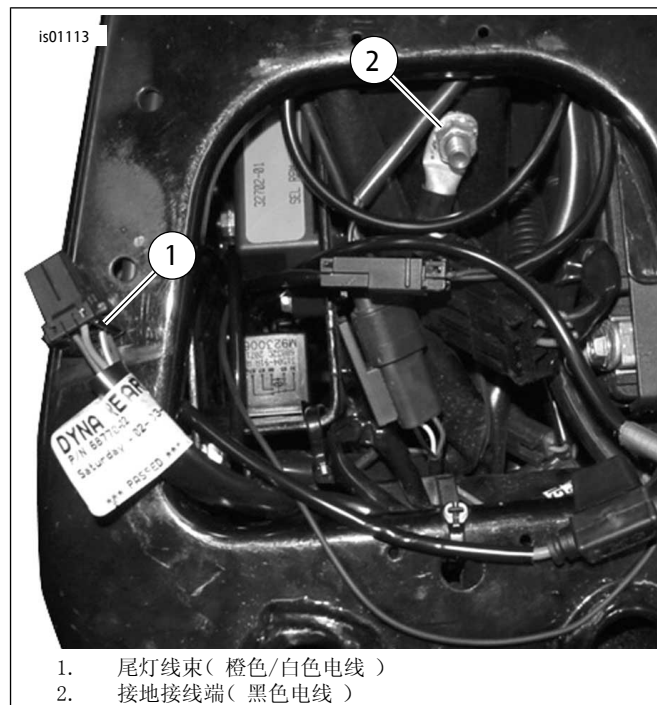

图1. 电源和接地连接(戴纳车型)
3. 参见图1。将卫星接收器线束中的黑色导线切短以便方便地连接到接地位置,然后按照维修手册附录中的Packard卷曲工具说明将环形接线端压接到导线一端。
2. 参见图1。将电气侧盖内的主线束护套在容易够及的位置小心地切开一段,然后切断一条橙色/白色主线束电源线。